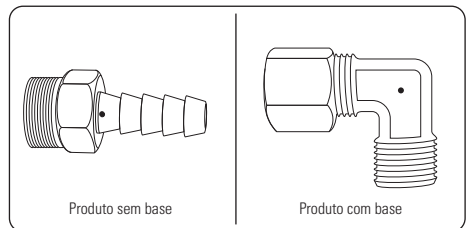

FIGURA 7.8
- O espigão conectado ao bloco possui um furo de alívio da pressão do sistema de partida. Não obstrua. (figura 7.8)